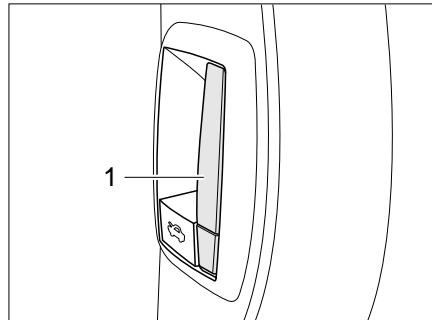

Bild 30 Entriegelungshebel Motorhaube innen
- Den Hebel (Bild 30,1) am Armaturenbrett an der linken Fahrzeugseite ziehen. Die Motorhaube öffnet sich bis zum Anschlag des Sicherungshakens.